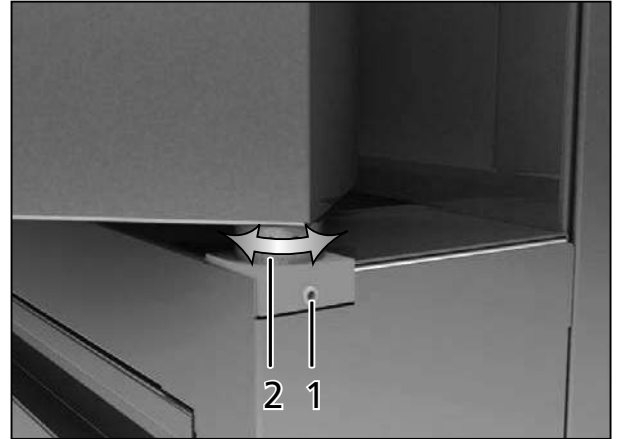

Fig. 38 Ajuste de la puerta
1. Soltar el tornillo prisionero con una llave Torx TX8 (Fig. 38). Está protegido con un barniz de seguridad y puede soltarse con movimientos bruscos.
2. Reajustar la puerta girando el excéntrico (2) con un destornillador.